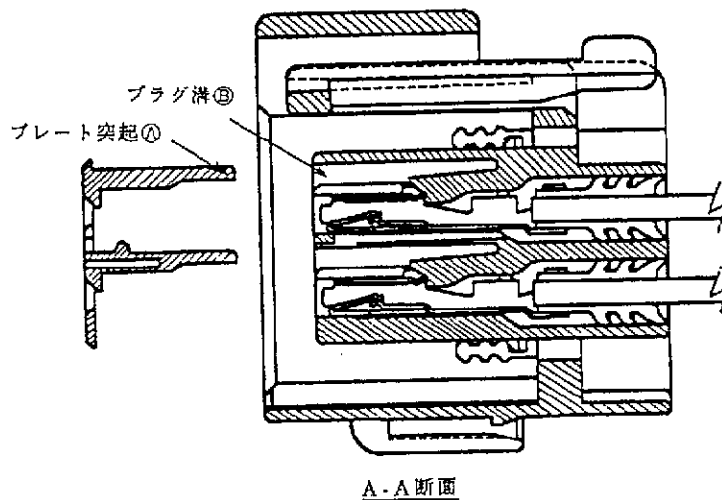
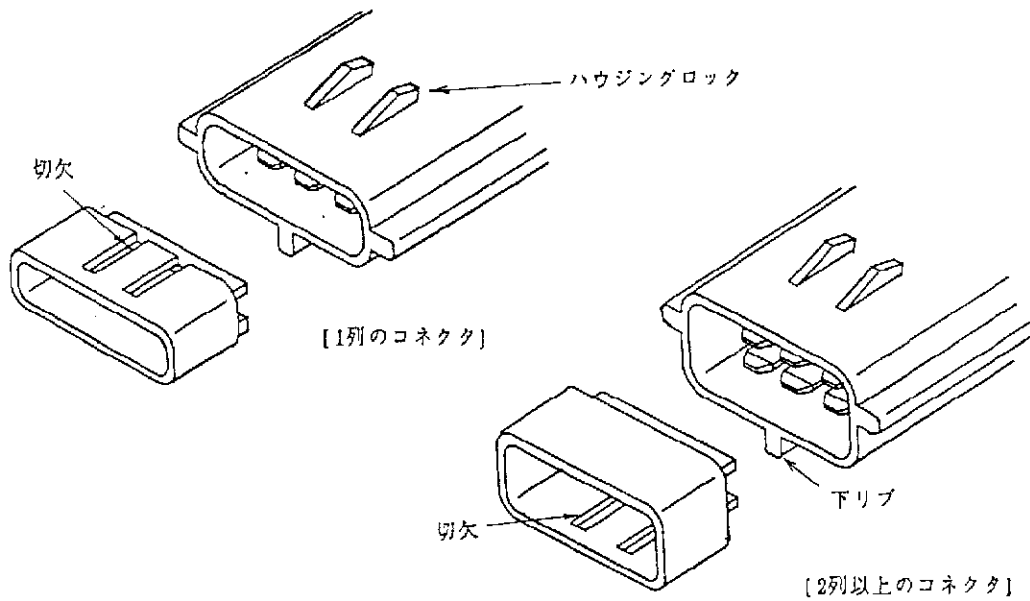

図5. プラグハウジング用プレートの方向性
図6. キャップハウジング用プレートの方向性
プラグハウジングは、図5のようにプラグハウジングの溝⑥にプレートの突起④が入るように挿入を行ってください。キャップハウジングは、図6のように1例のコネクタ (1,2,3極) はダブルロックプレートの切欠きがハウジングロック側となり又2列以上のコネクタ (4,6,8,10,12極etc.) はダブルロックプレートの切欠きがハウジングの下側となるように挿入してください。